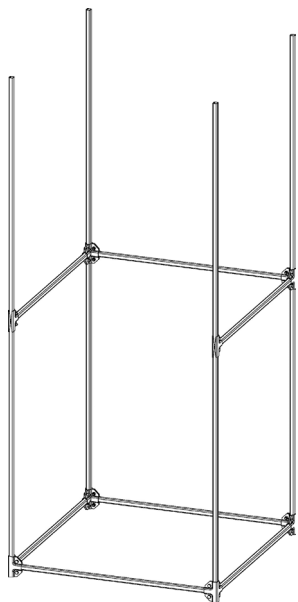

Рисунок 9 – Установка позиций «Стойка вертикальная»
8. Перед окончательной затяжкой болтов установить в позиции «Скоба крепежная А5 х 4» и «Скоба крепежная А1» по позиции «Стойка вертикальная» (см. Рисунок 9);